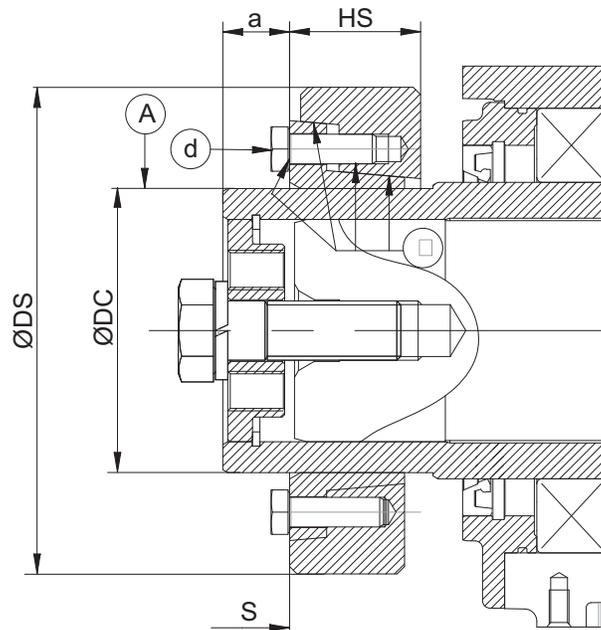

Fig. 10
- Lubricar el alojamiento de la junta (Fig. 10 (p. 23) pto. A).
- En caso de restablecimiento de junta, desmontarla y engrasar las zonas “C” (ver Fig. 10 (p. 23)).
- Montar la junta en su alojamiento del eje del reductor sin apretar los tornillos, posicionándola según el valor “a” (ver Fig. 10 (p. 23)).
- Cuando el montaje de la junta se haya completado correctamente, también se puede revisar visualmente, porque las superficies frontales del anillo interno y externo se deben encontrar en el mismo plano (Fig. 10 (p. 23) pto. S).